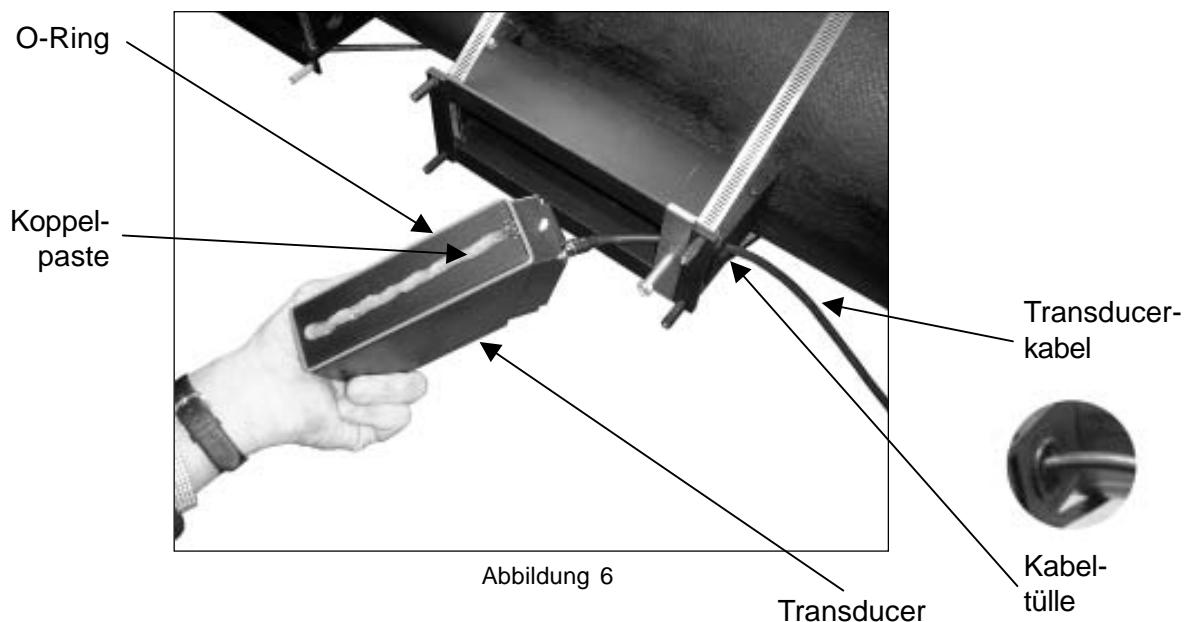

Abbildung 6
- Das Kabel durch die Öffnung der Kabeltülle einführen, an den Transducer anschließen und die Kabeltülle in die Öffnung drücken (Abbildung 6).
- Die mitgelieferte O-Ringdichtung in die Aussparung des Transducers einlegen (Abbildung 6). Einen ca. 6 mm starken Strang Koppelpaste auf die Kontaktfläche des Transducers auftragen.